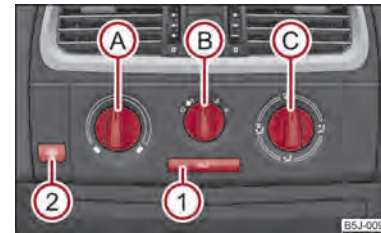

Fig. 74 Riscaldamento: Comandi
Il flusso d'aria delle bocchette di ventilazione si regola con la manopola **C**, ⇒ fig. 74. Le bocchette **3** e **4** possono chiudersi e aprirsi singolarmente:
- Ruotare la manopola **A** ⇒ fig. 74 in senso orario per aumentare la temperatura.
- Elementi di comando **(A)**, **(B)**, **(C)** e il tasto **(1)** ⇒ fig. 74.
- Premere il tasto   ⇒ fig. 74; la spia nel tasto si illumina.
Se la manopola  si trova in posizione  ⇒ fig. 74, il ricircolo si disinserisce automaticamente. Premendo ripetutamente il tasto  è possibile reinserire il ricircolo anche in questa posizione.